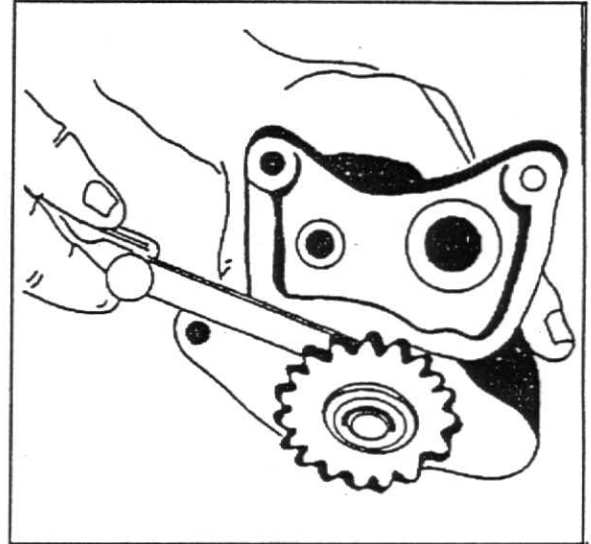

Fig. 12
4. Verifique a folga entre a engrenagem e a carcaça da bomba: (S4) 0,012 mm ou 0,004 pol e (S4T/S4T Plus) 0,5 mm ou 0,020 pol, fig. 12.